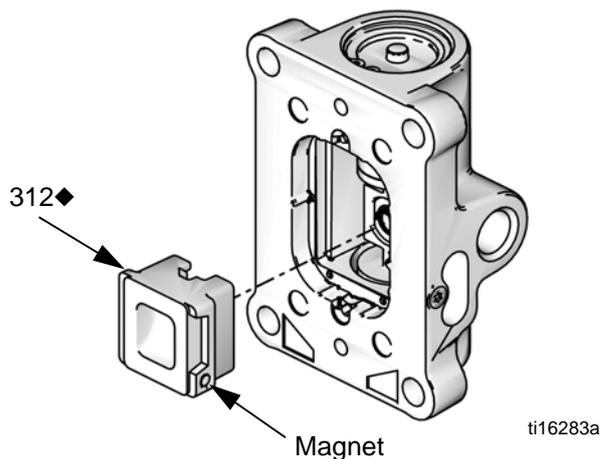

FIG. 15. Installation des Luftventillagers
7. Die Feder (311♦) anbringen. Das Luftventillager (312♦) schmieren und anbringen, siehe FIG. 15. Den kleinen runden Magneten mit dem Lufteinlass ausrichten.